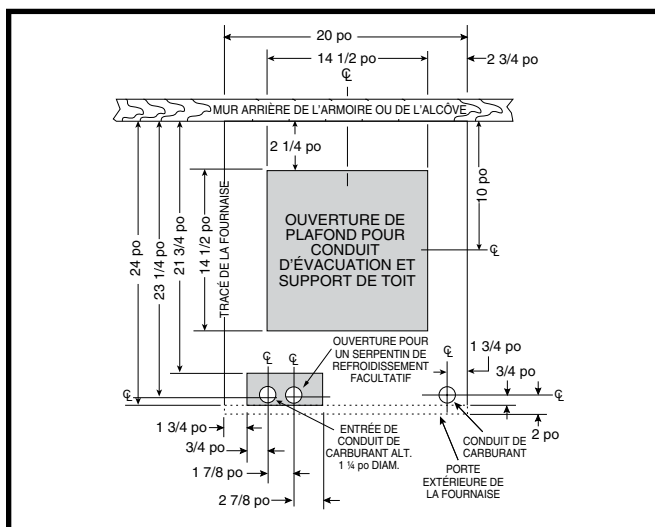
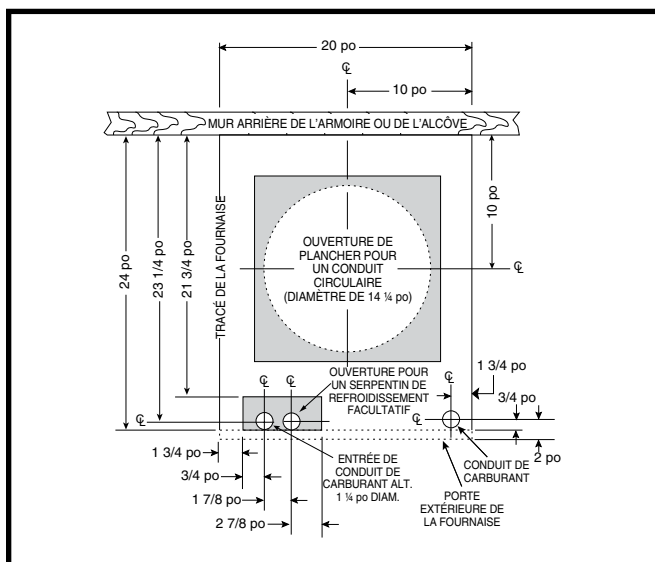

Figure 6. Dimensions du trou pour les raccords de conduits standard
Figure 7. Dimensions du trou pour les raccords de conduits circulaires
Les ouvertures dans le plancher et dans le conduit de carburant doivent être positionnées soigneusement pour prévenir les erreurs d'alignement entre la fournaie et les conduits d'aération. Pour positionner les conduits standard, consultez la Figure 6. Pour les conduits circulaires, consultez la Figure 7.
2. En utilisant la ligne centrale comme point de départ, tracez le reste du trou pour les conduits en fonction des dimensions montrées dans la Figure 6 (page 7) ou la Figure 7 (page 7).
- Mesurez et percez un trou de gaz et une ouverture pour le serpentin de refroidissement (s'il y a lieu). Consultez la Figure 6 ou Figure 7.